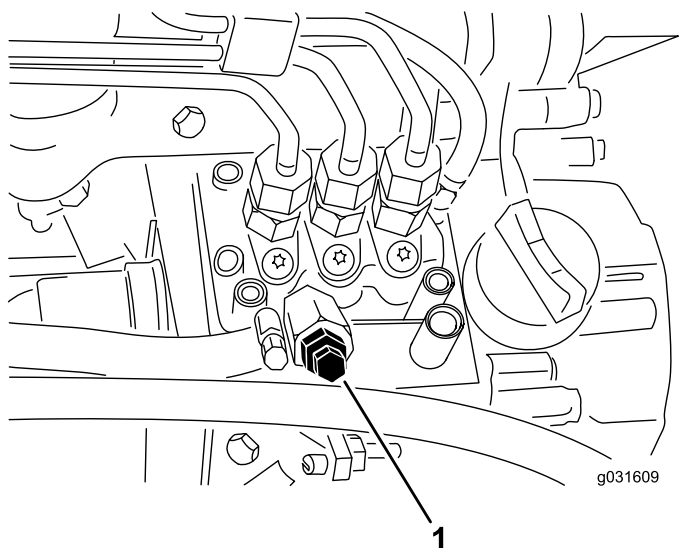

Рисунок 54
4. Выверните винт стравливания воздуха из насоса для впрыска топлива (Рисунок 54).